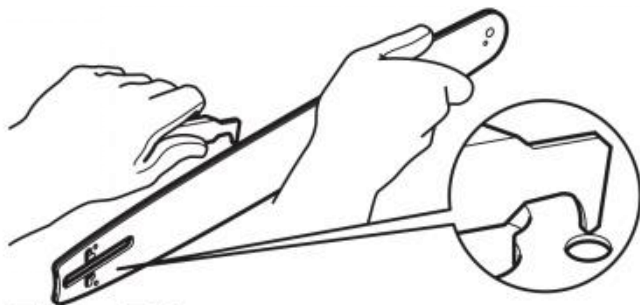

Fig. 71
4. Ta bort rester från skenorna på svärdet (C13) med en skruvmejsel, spackel, stålborste eller liknande verktyg. Detta kommer att hålla oljepassagerna öppna för att ge korrekt smörjning av svärdet (C13) och sågkedjan (C12) (Fig. 71).